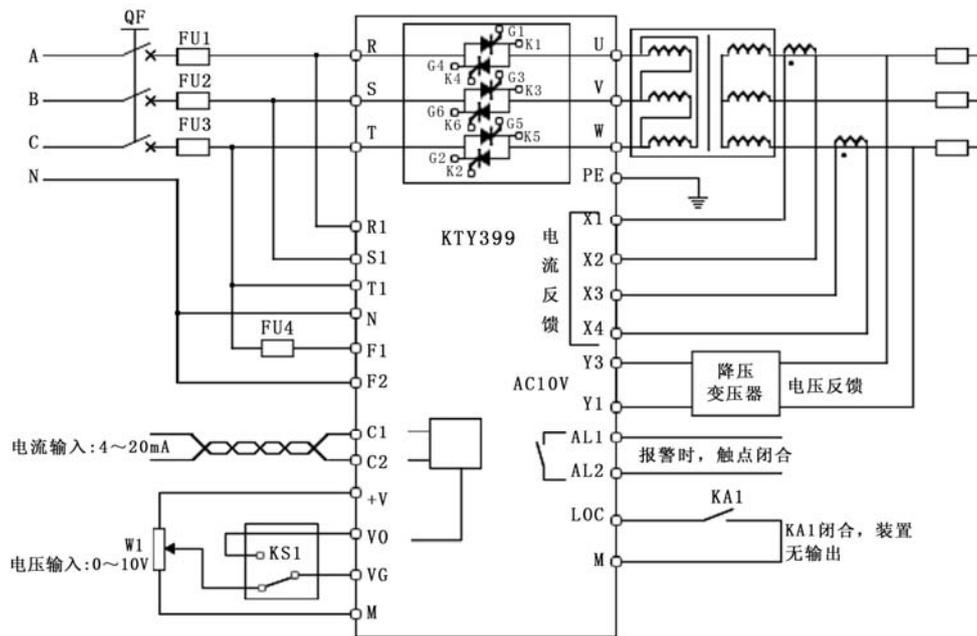

图4-4-4 KTY399应用于低电压、大电流负载的功率闭环控制
- 图 4-4-4 中电压、电流反馈取自变压器的二次侧，此方法可精确恒定负载功率。由于标准配置的恒功率型调压器在出厂时电压、电流反馈信号取自调压器输出端（相当于图中变压器一次侧），如要按图 4-4-4 的方式接线，可在订货时提出或在使用时与我们联系。